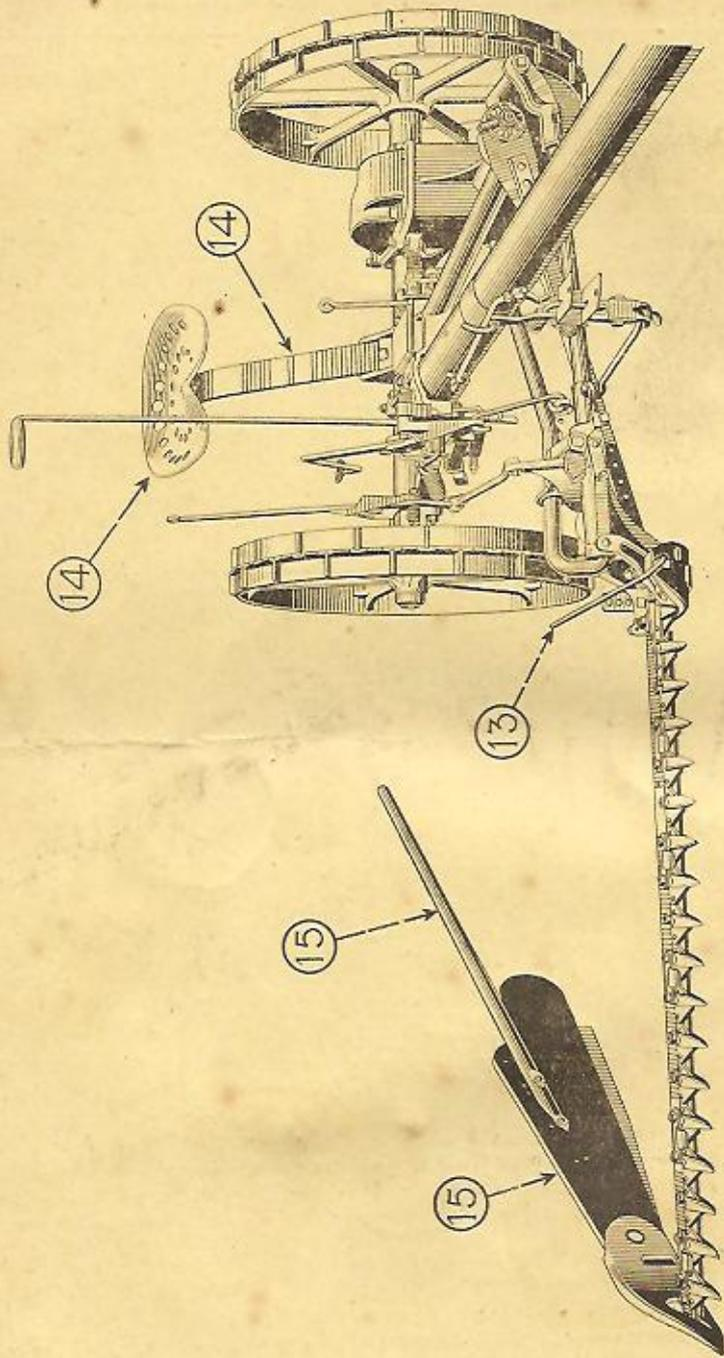

Figure 1
15. - Boulonnez la planche à andain au sabot extérieur en plaçant le ressort et l'écrou en dehors. Attachez le bâton à andain à l'intérieur de la planche. (voir figure 1)